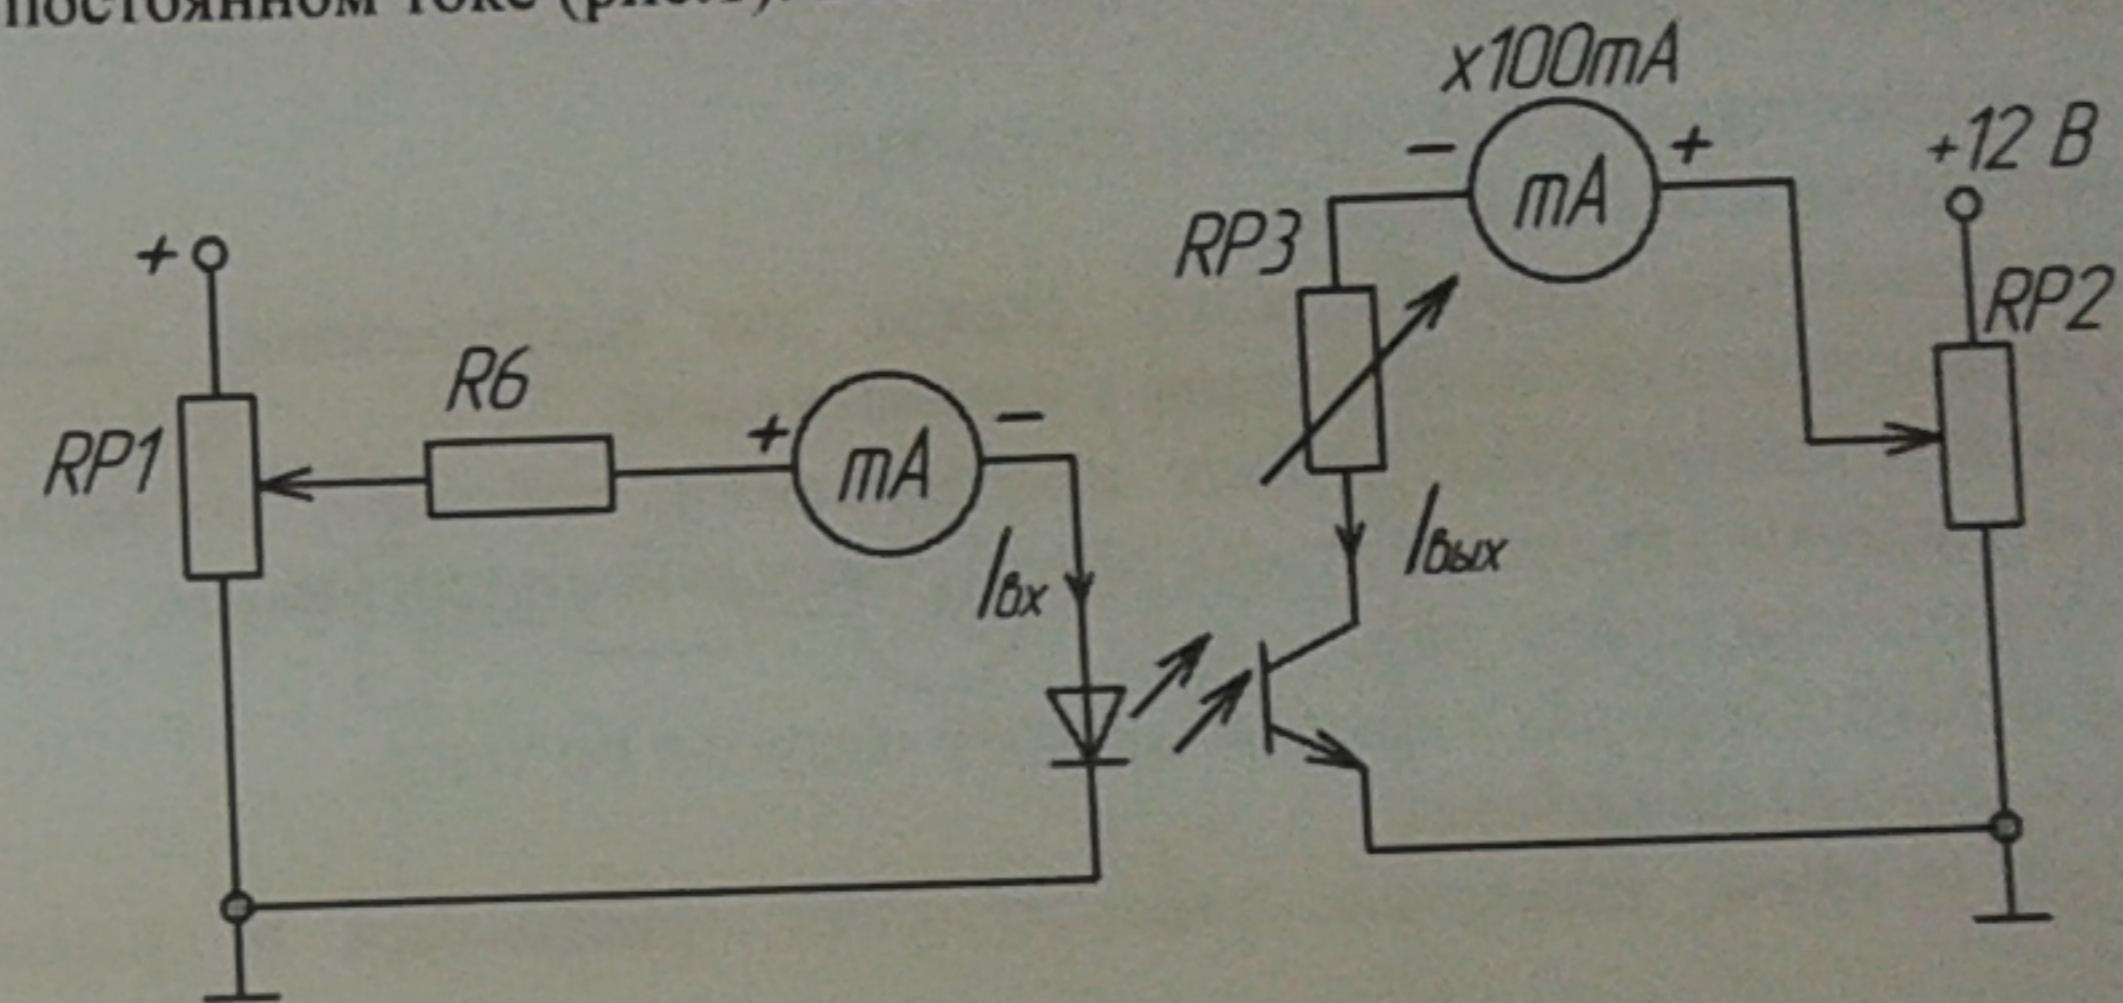

Рис. 1
- а) собрать схему для снятия передаточной характеристики транзисторного оптрана на постоянном токе (рис.1). Включить стенд;